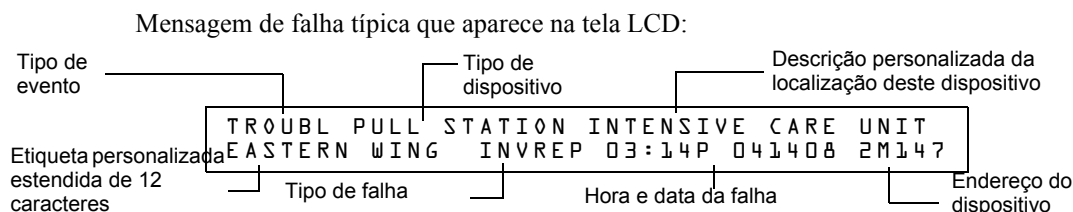

Figura 3.4 Exemplo de mensagem de falha
- Exibe TROUBL (falha) no banner de estado da tela LCD além do tipo de falha e informação específica do dispositivo, como aparece na figura 3.4 mais abaixo;